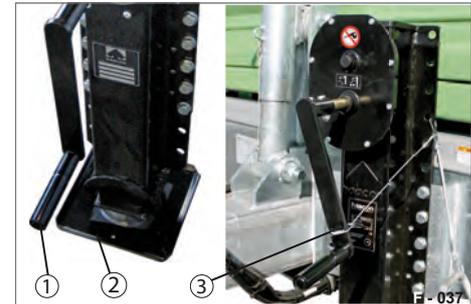

Abb. 51 Stützfuß, eingefahren
- ▶ Handkurbel mit dem Sicherungsseil (Abb. 51/3) sichern.
- ▶ Stützfuß (Abb. 51/2), im Schnellgang kurbeln - erst nach dem Ankuppeln des Anhängers - komplett hoch.
- ▶ Sicherungsseil (Abb. 51/3) um die Handkurbel legen und mit dem Haken sichern.